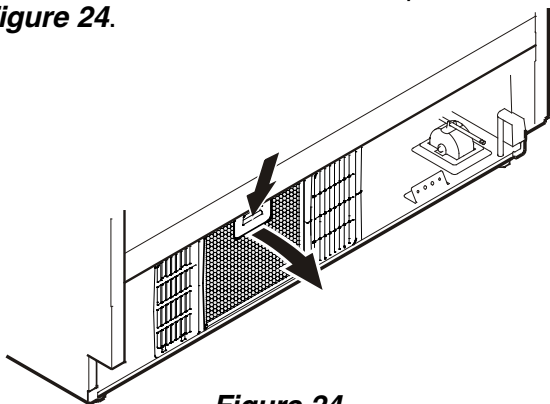

Figure 24
- Presser le bouton du filtre à air vers le bas, faire basculer le filtre vers l'avant puis le retirer - **Figure 24**.